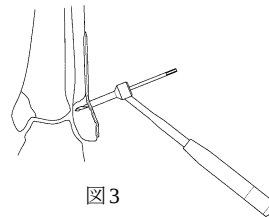

図3
- 骨折部を整復後、プレートをあてがいがいいX線イメージを確認しながら、2.5ドリルガイドを用いて2.5ドリルにて適位まで穴あけを行います。（図3）